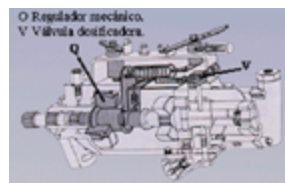

Fig. 32
- Regulador de contrapeso (mecánico) (**fig. 32**)